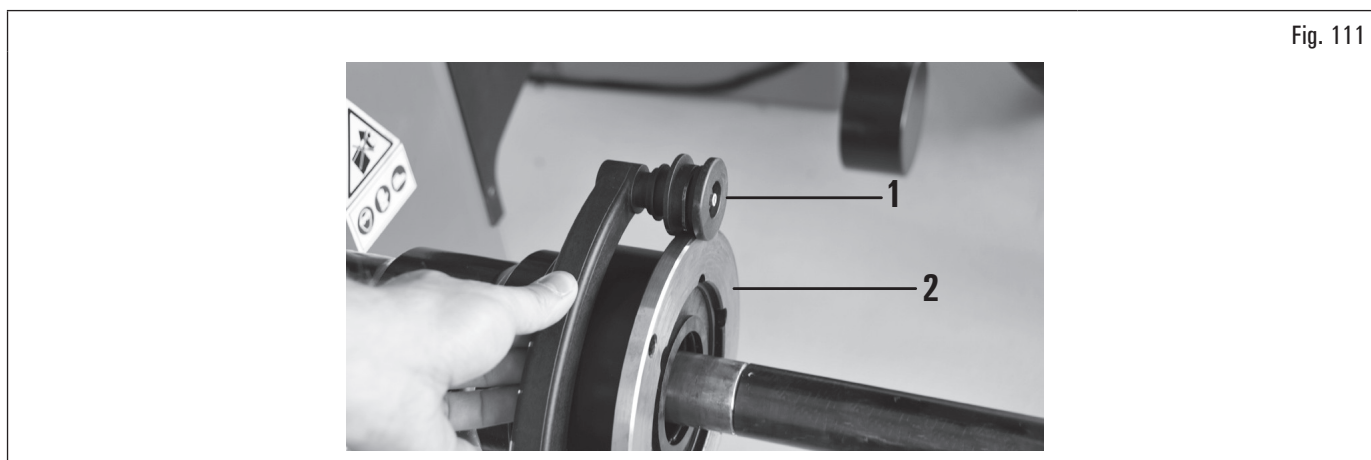

Fig. 111
Posicionar el palpador (Fig. 111 ref. 1) en la brida del mandril (Fig. 111 ref. 2).